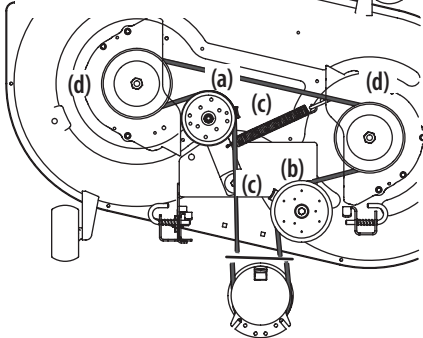
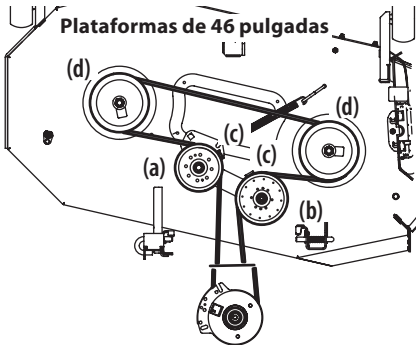
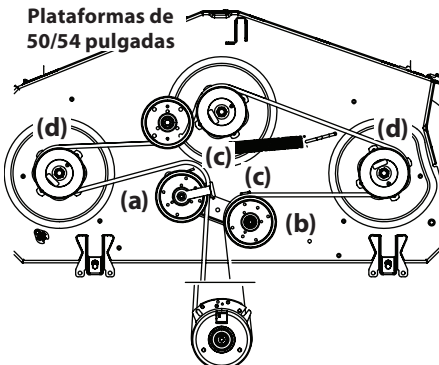
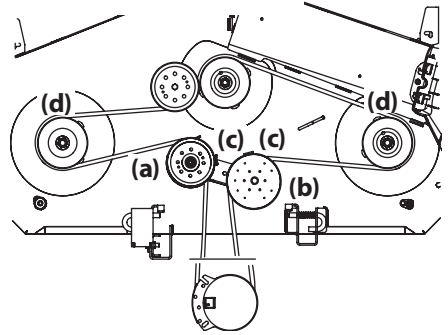

Figura 37
Figura 38
Figura 39
Figura 40
- Afloje, pero no quite los accesorios a la derecha (a) y a la izquierda de la polea loca (b). Consulte la Figura 37 para las plataformas de 42", Figura 38 para las plataformas de 46", Figura 39 para las plataformas de 50" y 54" y Figura 40 para las plataformas de 60" en la página 61.